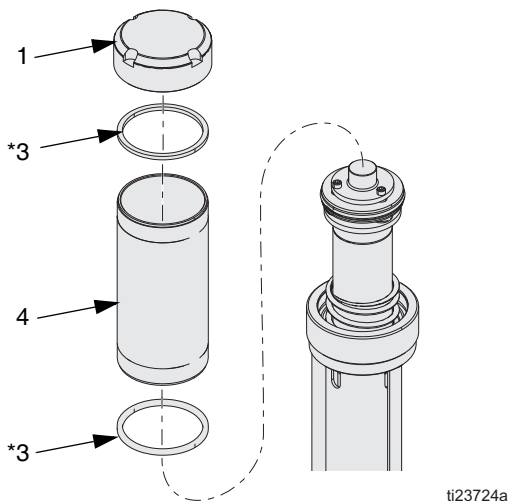

FIG. 10
1. Rimuovere la calotta (1), il cilindro (4), e le guarnizioni quadrate (3*). Ispezionare tutte le parti, incluso le molle sotto la calotta (non mostrate in FIG. 10) e sostituirle se necessario. Vedere FIG. 10. Svitare a mano o usare una chiave a catena, per evitare di deformare il cilindro.